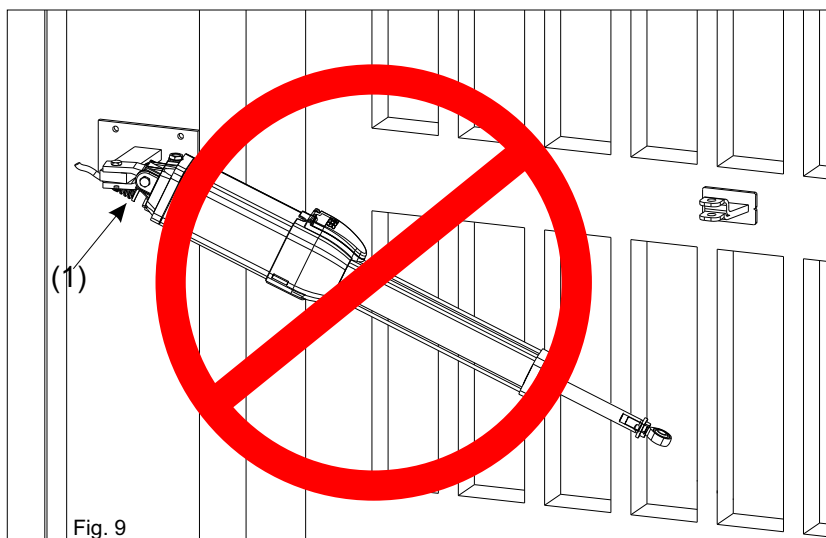

Fig. 9
- Fijar la horquilla oscilante como en fig.9